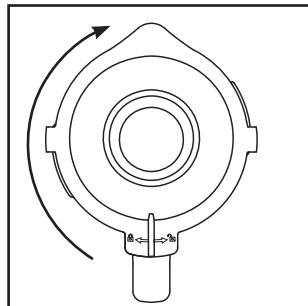

Fig. 2
- 4) Volte a colocar a tampa ② desalinhada no copo misturador ③ e pressione-a firmemente. Feche a tampa ②, rodando-a no sentido dos ponteiros do relógio, para a posição , até ela encaixar de forma audível (ver fig. 2). Verifique se o bico de esvaziamento no copo misturador ③ está fechado. O motor só pode arrancar quando a tampa ② estiver corretamente alinhada.